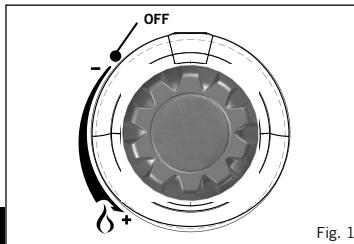

Fig. 1
- Før gasforsyningen kobles til, skal du først sørge for at enhedens ventil står på OFF (FRA) ved at dreje styringsknappen hele vejen med uret (se fig. 1).
- For at sætte gasbeholderen på, kontrolleres først om enhedens ventil står på OFF (FRA) ved at dreje styringsknappen hele vejen med uret til stop (se fig. 1). Sørg for at gasbeholderen holdes i opretstående position, skru beholderen på ventilen med uret til den sidder godt fast, kun håndstramning. Hvis beholderen overstrammes, kan det beskadige beholderventilen.